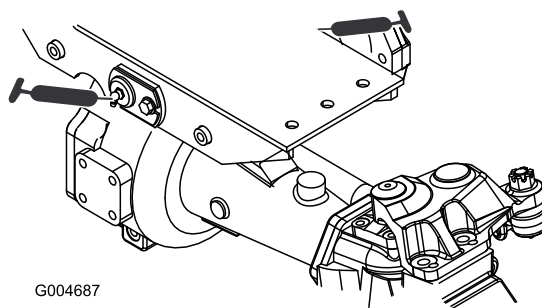

Figura 57
- 2 boccole orientabili dell'assale anteriore e posteriore (Figura 57)